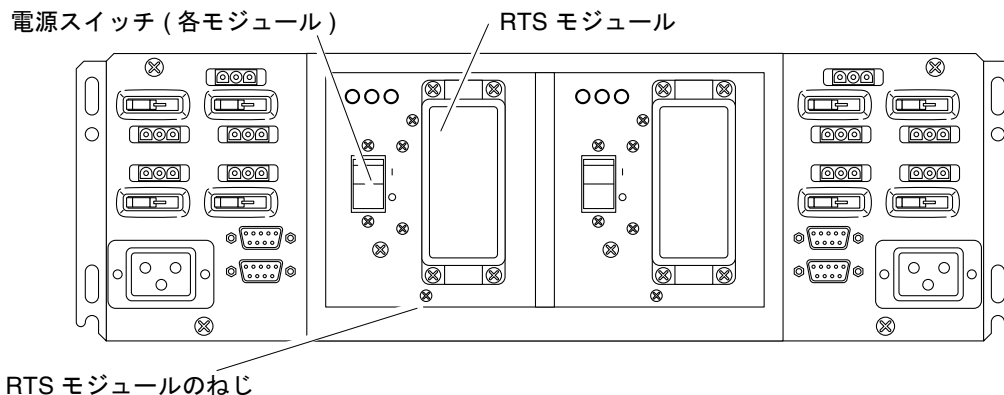

図 4-18 RTU アセンブリ
4. 交換する RTS モジュールの電源を切ります (図 4-18)。
6. RTU をキャビネットに固定している 4 本のねじを外します (図 4-18)。